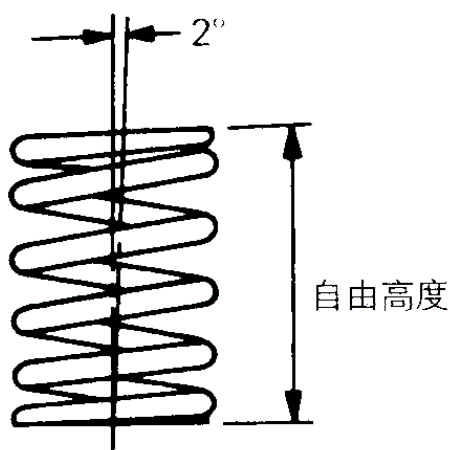

图 2-61 测量气门弹簧的自由高度
(1) 如图 2-61 所示，测量气门弹簧的自由高度，气门弹簧自由高度标准值为 47.5mm，极限值为 46.5mm。如果小于极限值，应予以更换。